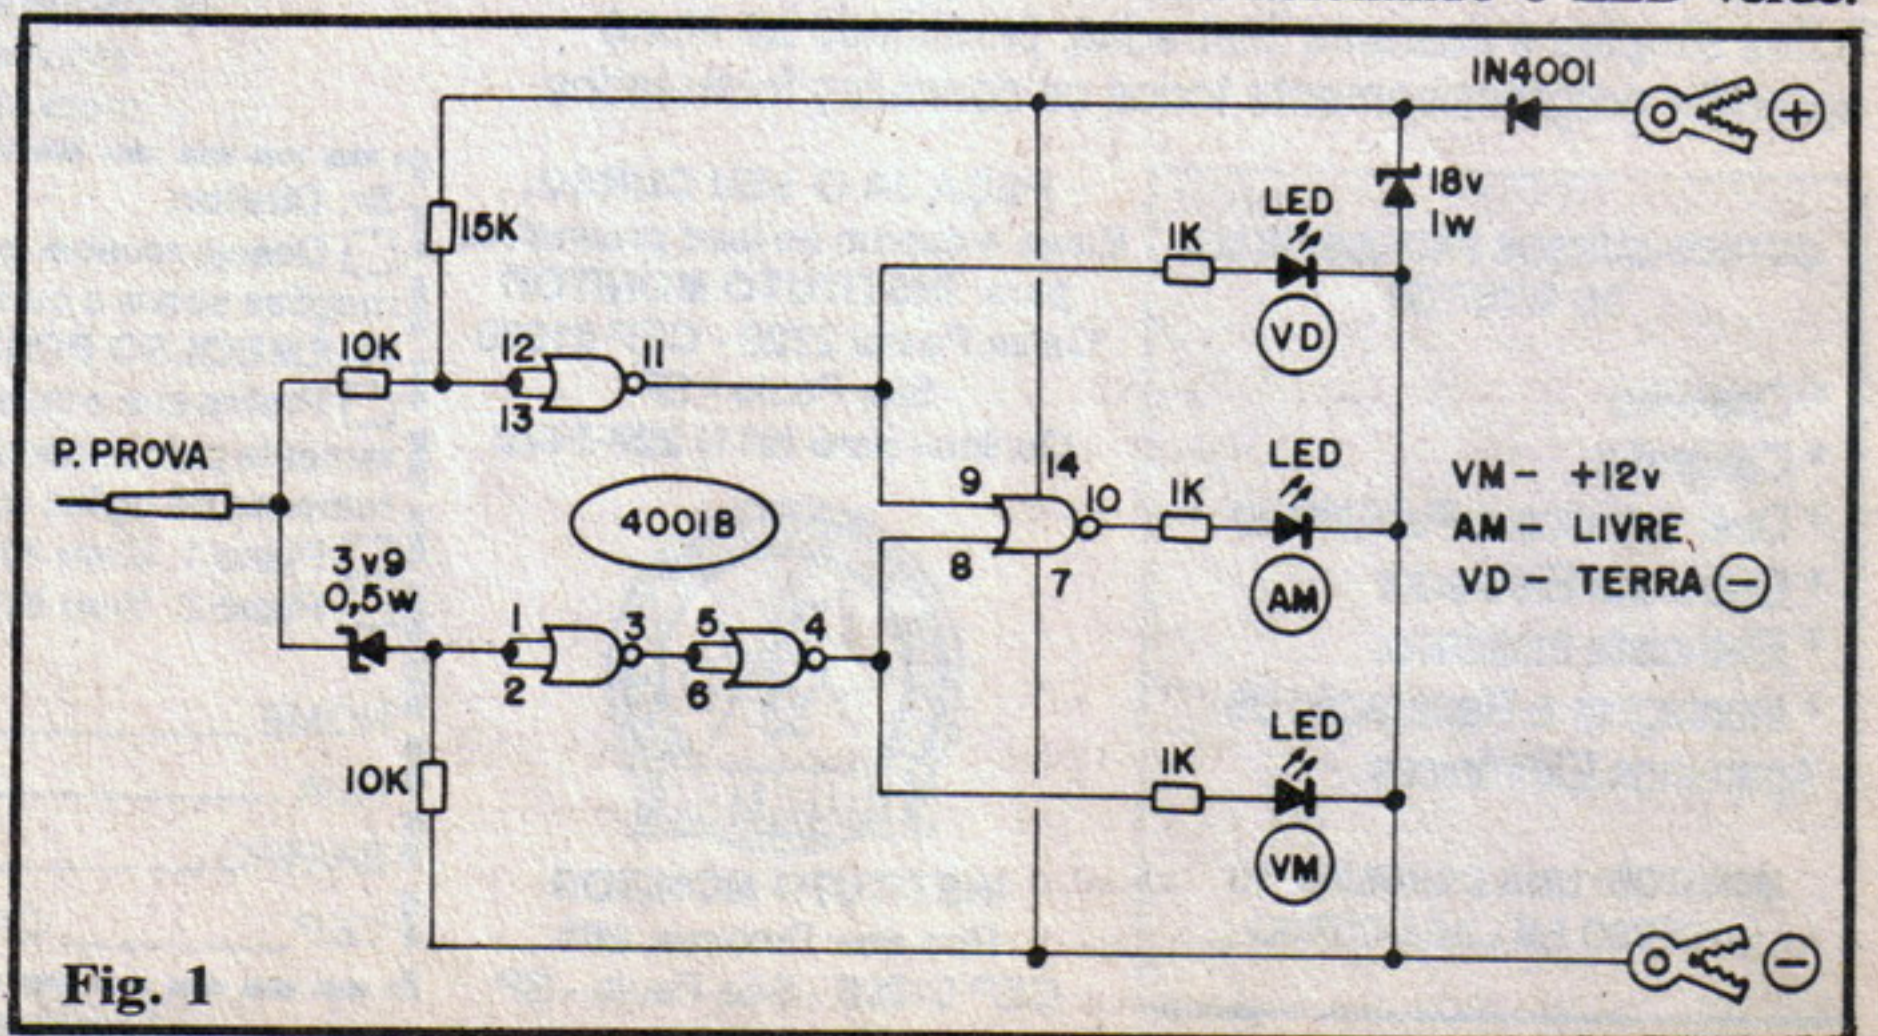

Fig. 1
- **fig. 1** - Esqueminha do circuito: é um Integrado digital C.MOS 4001, os três LEDs indicadores, alguns resistores e diodos (incluindo **zeners...**) e mais nada! Logo na entrada do sistema, uma rede de resistores, juntamente com o diodo **zener** (3V9) estabelece dois "degraus" de tensão, bastante definidos, de modo que estando a Entrada (ponta de prova) sob potencial **positivo** (bem próximo dos 12V nominais do sistema elétrico automotivo, a entrada do **gate** delimitado pelos pinos 1-2-3 (pinos 1-2, juntos) "vê" um estado digital **alto**, com o que o pino 3 (saída do **gate**) fica **baixo**, apresentando tal condição à entrada (pinos 5-6) do **gate** seguinte, cuja saída (pino 4) mostrará, então, nível digital **alto**, energizando o LED **vermelho**. Já se a ponta de prova for aplicada a potencial **negativo** (próximo de "zero" volt...) tal não ocorre, mas a entrada do **gate** delimitado pelos pinos 11-12-13 (pinos 12-13, juntos...) "vê" nível **baixo**, com o que a saída do dito **gate** (pino 11) fica **alta** acionando o LED **verde**.